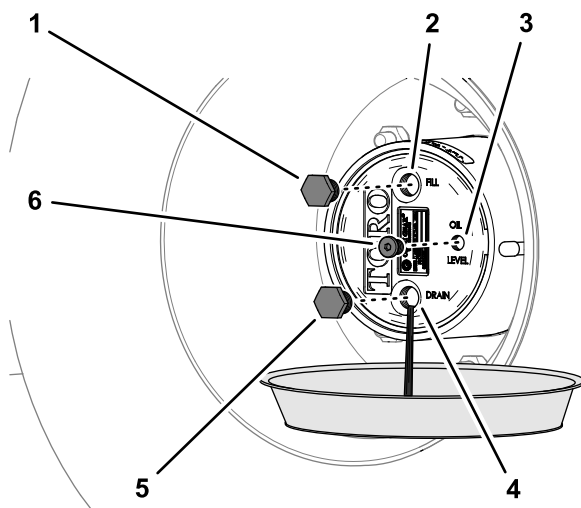

図 87
2. プラネタリギアドライブのハブの下にオイル回収容器を置き、ドレンプラグ、補給プラグ、点検プラグを外してオイルが抜けるのを待つ 図 87。